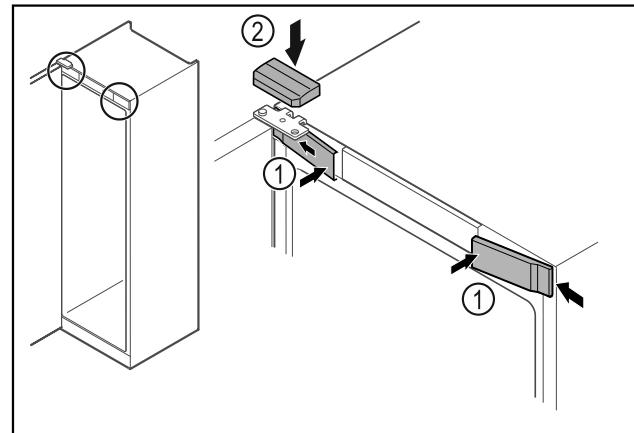

Fig. 63
- Αναρτήστε τα μπροστινά καλύμματα Fig. 63 (1) στο πλάι και κουμπώστε τα.
► Κουμπώστε το επάνω κάλυμμα Fig. 63 (2) από πάνω.